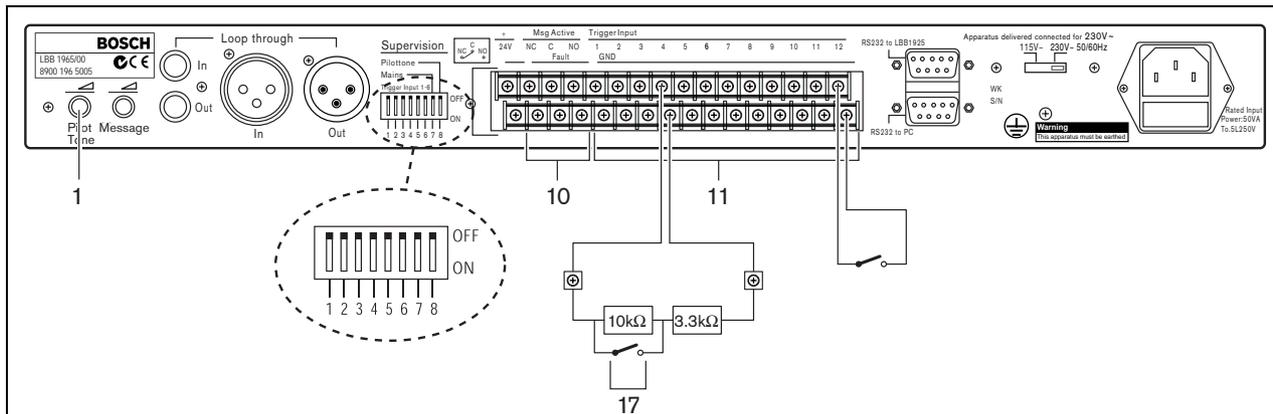

Abbildung 3.4
Aufeinander folgende Ansagen oder Durchsagen werden durch Schließkontakte (17) gestartet. Diese Schließkontakte sind an die Schraubanschlüsse der Auslöseeingänge (11) angeschlossen. Die Verkabelung der ersten sechs Auslöseeingangskontakte (1 bis 6) kann über einen Fensterkomparator kontrolliert werden. Der Normalbetrieb dieser Eingänge erfordert zwei in Reihe geschaltete Widerstände (10 kOhm und 3,3 kOhm), die ständig an das ferne Leitungsende angeschlossen sind, das an jeden Auslöseeingang angeschlossen ist. Die Auslösung erfolgt durch Kurzschluss des 10-kOhm-Widerstands, gemäß der Abbildung 3.4.